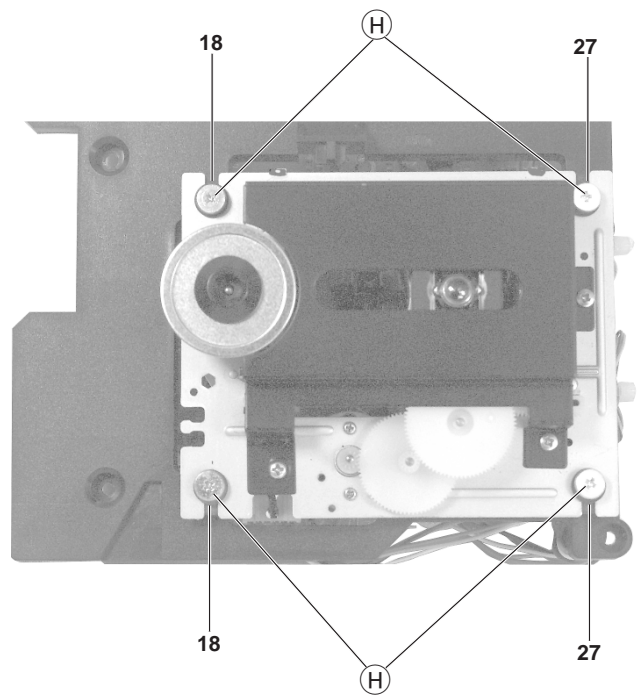

Fig. 5
- 4 Schrauben (H) herausdrehen (Fig. 5).
- Undo 4 screws (H) (Fig. 5).